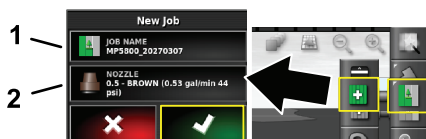

Рисунок 11
1. Нажмите значок рабочего задания на правой стороне экрана (Рисунок 11).
2. Нажмите на названии рабочего задания (Рисунок 11).
1. Нажмите значок рабочего задания в верхней правой части экрана (Рисунок 11).